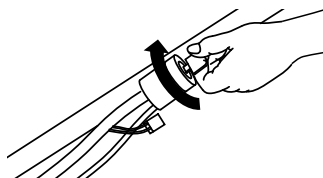

Figure 15
2. Introduisez la clé dans le commutateur d'allumage et tournez-la (Figure 15).